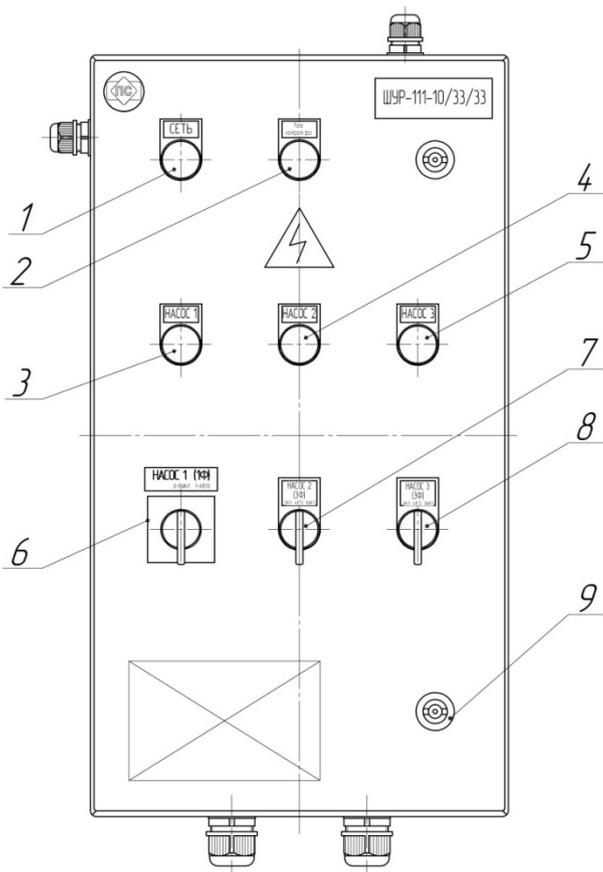

Рисунок 2. Дверца шкафа:
На дверце ШУР расположены индикаторы работы - светодиодные лампы и органы управления насосами: двух- и трех- позиционные переключатели. Двухпозиционный переключатель для управления однофазным насосом («НАСОС 1») имеет два положения: «0-ВЫКЛ» - ручное отключение насоса в аварийной ситуации, «1-АВТО» - работа в автоматическом режиме под управлением термоконтроллера ПРАМЕР-710М. Трехпозиционные переключатели управления – для внешнего управления трехфазными насосами («НАСОС 2» и «НАСОС 3»), с помощью контакторов, управляемых БУН. Трехпозиционные переключатели подключены к логическим дискретным входам БУН и имеют три положения: «ВКЛ, АВТО, ВЫКЛ», что обеспечивает отдельное ручное управление каждым насосом (Рисунок 2). В положении «АВТО» - соответствующий трехфазный насос управляется в автоматическом режиме БУН.
4.11 Переключатель «НАСОС 1 (1Ф)» (Рисунок 2, поз. 6) коммутирует цепь электропитания насоса 1.
4.13 Трехпозиционные переключатели (Рисунок 2, поз.7, 8) «НАСОС 2 (3Ф)», «НАСОС 3 (3Ф)» подключены к клеммам внешнего управления насосами в БУН.
5.8 Включение автоматического управления работой «НАСОСА 1» выполняется переводом переключателя «НАСОС 1 1Ф» на дверце ШУР (Рисунок 2, поз. 6) в положение «1-АВТО», при включенном электропитании термоконтроллера ПРАМЕР-710М п. 5.5.
5.10 Включение автоматического режима работы «НАСОСА 2» и «НАСОСА 3» выполняется переводом соответствующего переключателя «НАСОС 2 3Ф» и «НАСОС 3 3Ф» на дверце ШУР (Рисунок 2, поз. 7 и 8 соответственно) в положение «АВТО», при включенном электропитании блока БУН п. 5.5.
5.13 В случае возникновения аварийных ситуаций (разгерметизация трубопровода, посторонние шумы при работе оборудования, обрыв соединительных проводов и т.д.) необходимо перевести переключатели внешнего управления работой насосов ШУР («НАСОС 1 1Ф», «НАСОС 2 (3Ф)», «НАСОС 2 (3Ф)») (Рисунок 2) в положение «ВЫКЛ» и немедленно сообщить о ситуации обслуживающему персоналу.